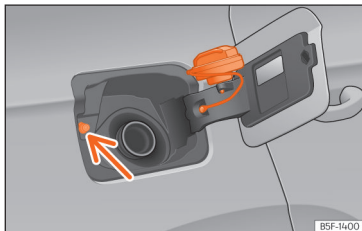

Abb. 214 Tankklappe mit aufgestecktem Tankverschluss.
- Platzieren Sie den Verschluss in der Aussparung, die sich im Scharnier der geöffneten Tankklappe befindet »» (Abb. 214).
Nicht den Taster für Tankdeckelverriegelung »» (Abb. 214) (Pfeil) berühren. Das System interpretiert ansonsten, dass der Tankvorgang beendet ist und ein weiteres Betanken ist nicht